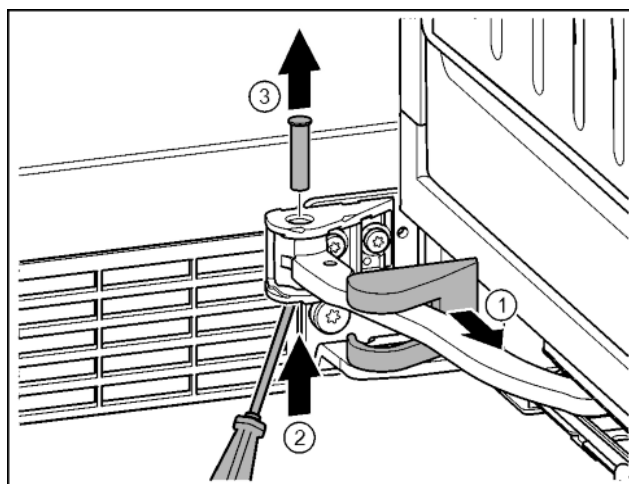

Fig. 18
- ▶ Снять крышку опорного кронштейна и переместить вдоль шарнира. Fig. 18 (1)
- ▶ Рукой или отверткой приподнять палец снизу. Fig. 18 (2)
- ▶ Вставить отвертку под головку пальца и вытащить его. Fig. 18 (3)